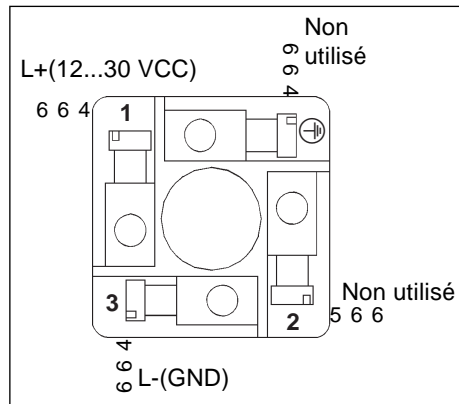

Fig. 3.3 Branchement du connecteur
3. Reliez les câbles suivant la position des raccords ci-dessous (voir fig. 3.3).